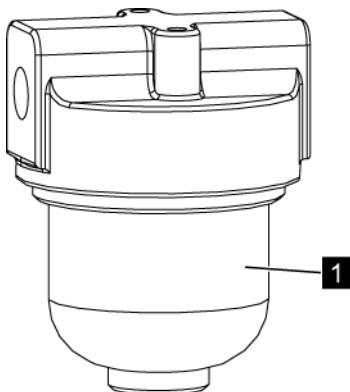

Abb. 226: Filtertopf
8. → Filtertopf (Abb. 226/1) wieder einschrauben.